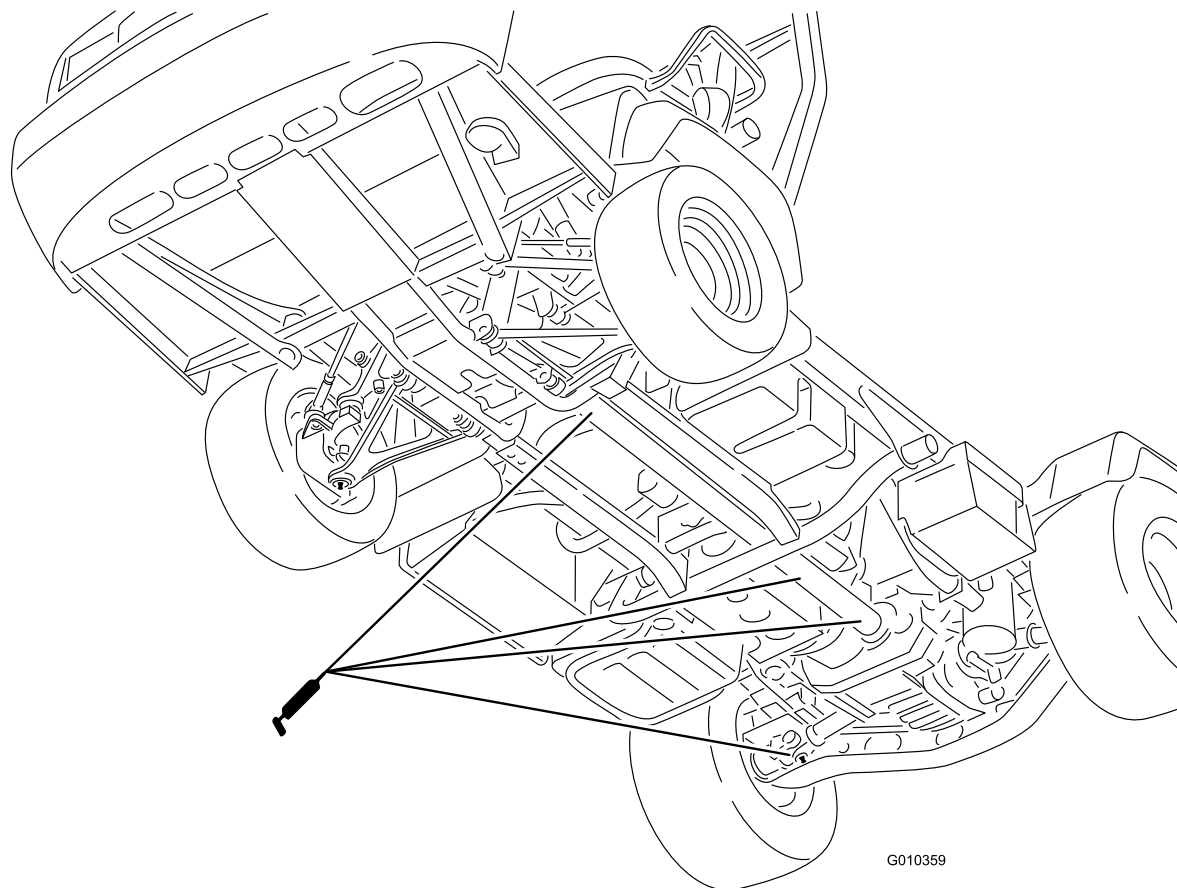

Figure 32
- Joint de cardan (18); voir Figure 32
- Arbre de transmission 4 roues motrices (3); voir Figure 32